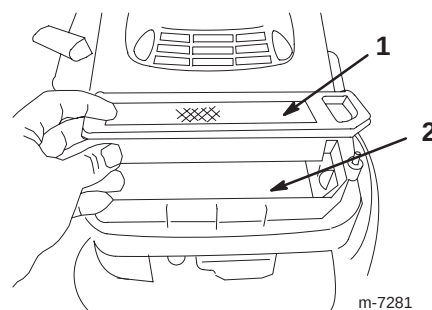

Figure 21
5. Retire el filtro de aire y deséchelo (Fig. 21).